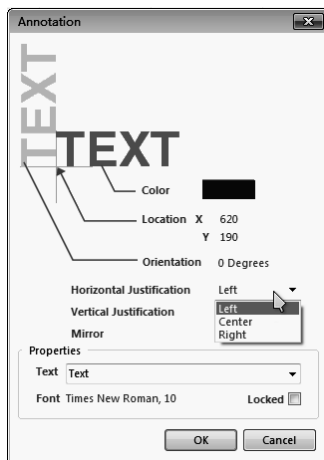

图 4-2-29 水平位置调整下拉菜单
(4) Horizontal Justification 属性。该属性用于对标注文本的位置进行水平调整。单击 Horizontal Justification 属性中的 Left 会弹出水平位置调整下拉菜单,如图 4-2-29 所示。可供选择的位置有 Left (向左调整)、Center (居中调整)和 Right (向右调整)。